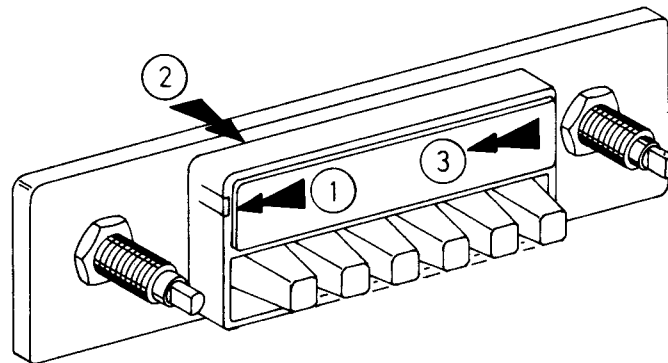

Fig. 1
- 2.3 Haltenocken für die Skala nach außen drücken ① und die Skala ausrasten ②. Anschließend die Skala nach links aus dem Halteschlitz des Reflektors ziehen ③, Fig. 1.
- 2.3 Press retaining cams for dial outwards ① and disengage dial ②. Then, pull dial to the LH side from reflector slot ③, Fig. 1.